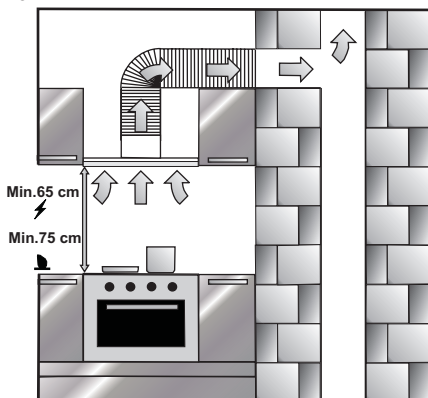

Рис. 1
2. Высота подвески вытяжки над плитой должна составлять как минимум 650 мм для электрических плит и керамических варочных панелей и 750 мм для газовых плит (или газово-электрических) - Рис. 1.